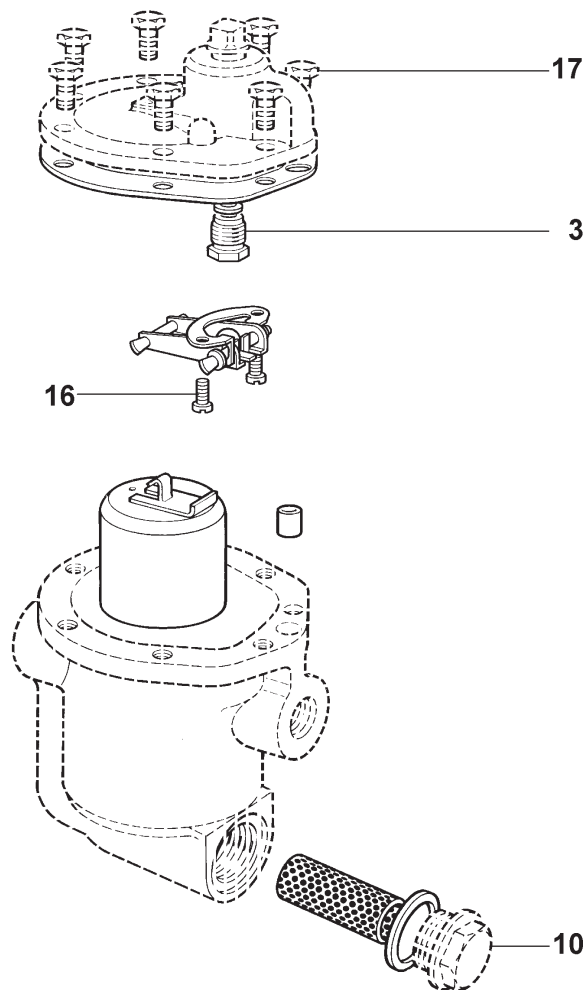

Fig. 3
6.2 Remplacement de l'ensemble siège et clapet (voir Fig. 3)
6.3 Remplacement ou nettoyage de la crépine (voir Fig. 3)